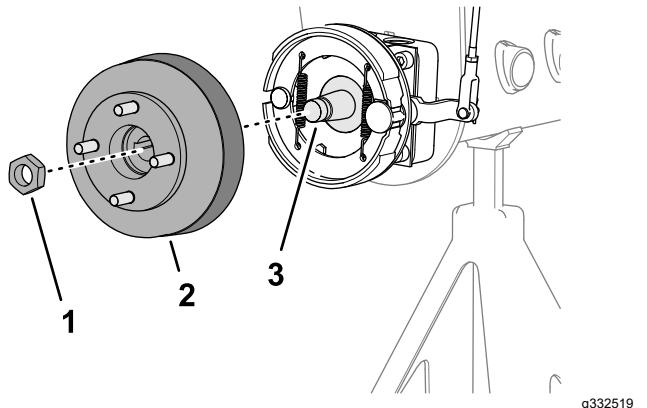
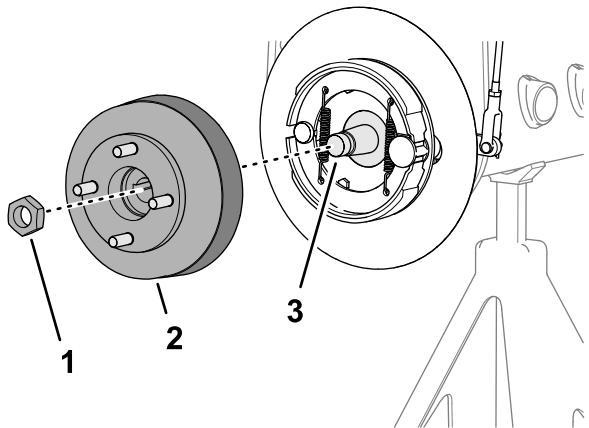

Figura 70
Figura 71
3. Montate il mozzo della ruota e il tamburo del freno sull'albero motore della ruota (Figura 70 o Figura 71).
4. Fissate il mozzo della ruota all'albero con il dado di bloccaggio (Figura 70 o Figura 71) e serrate manualmente.